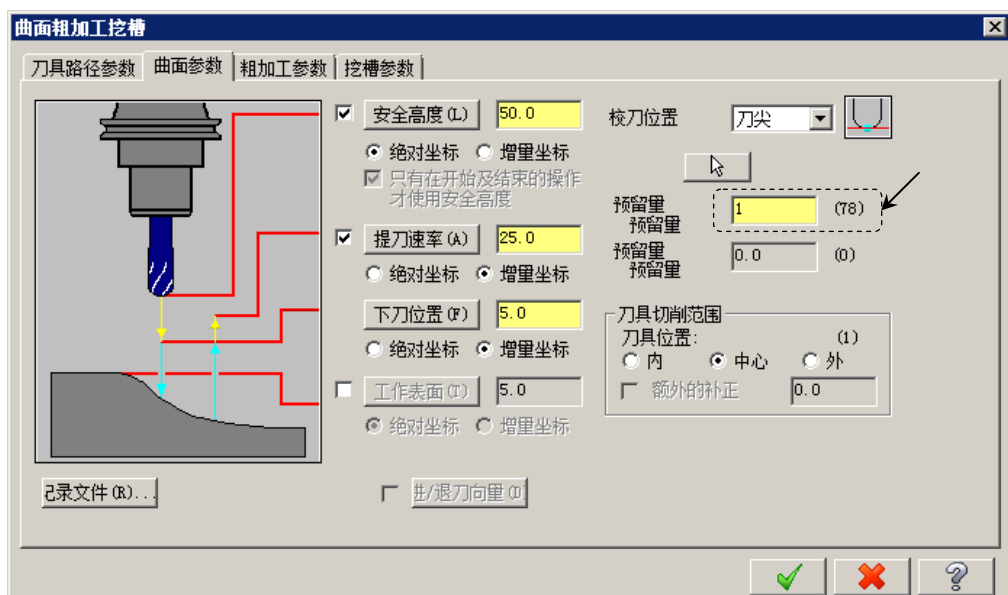

图 20.10 “曲面参数”选项卡
(3) 设置刀具的加工参数。单击“定义刀具-机床群组-1”对话框中的 **参数** 选项卡，在 **进给率** 文本框中输入值 300.0，在 **下刀速率** 文本框中输入值 120.0，在 **提刀速率** 文本框中输入值 500.0，在 **主轴转速** 文本框中输入值 1200.0。
(4) 设置冷却方式。在 **参数** 选项卡中单击 **Coolant...** 按钮，系统弹出“Coolant...”对话框，在 **Flood** (切削液) 下拉列表中选择 **On** 选项。单击该对话框中的 **✓** 按钮，关闭“Coolant...”对话框。
Step8. 设置曲面参数。在“曲面粗加工挖槽”对话框中单击 **曲面参数** 选项卡，设置参数如图 20.10 所示。